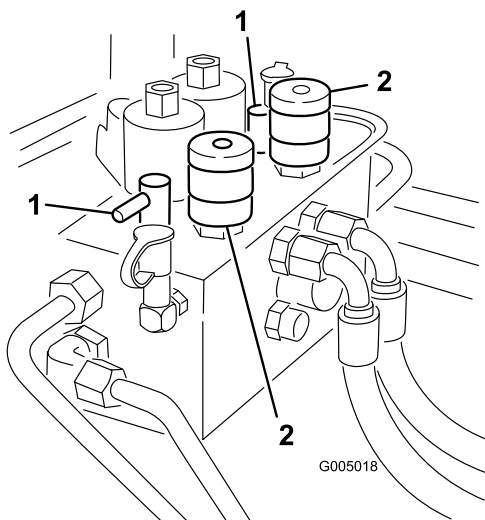

Figura 81
3. Individuate le manopole di selezione della velocità dei cilindri e le manopole di lappatura (Figura 81). Girate in posizione di lappatura la manopola (o manopole) di lappatura pertinente, e la manopola (o manopole) di selezione della velocità dei cilindri in posizione 1.